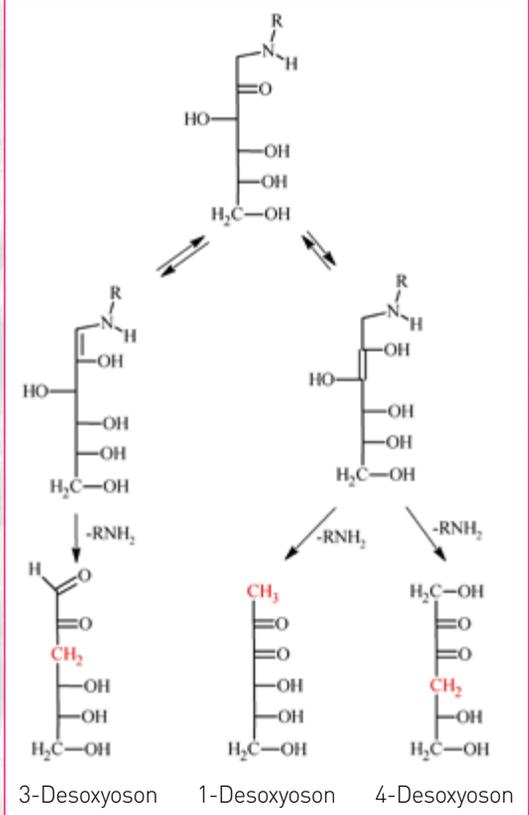

Abb. 2 Über Enolisierungsreaktionen bilden sich aus 1-Amino-1-deoxy-2-ketosen Osone.
- ▶ Die Intermediärphase, Bildung reaktiver α -Dicarbonyl-Verbindungen (Abb. 2).
1-Amino-2-ketosen enolisieren als Carbonylverbindungen unter Säure- oder Basen-Katalyse und bilden 1,2- und/oder 2,3-Dicarbonylverbindungen (Abbildung 2), können aber auch in Retroaldol-Reaktionen zu 1,2-Diacetylderivaten zerfallen. Die beteiligten Aminosäuren werden dabei wieder freigesetzt und können erneut in das Reaktionsgeschehen eintreten. Die Desoxyosone liegen alle in der zyklischen Halb-acetalform vor.